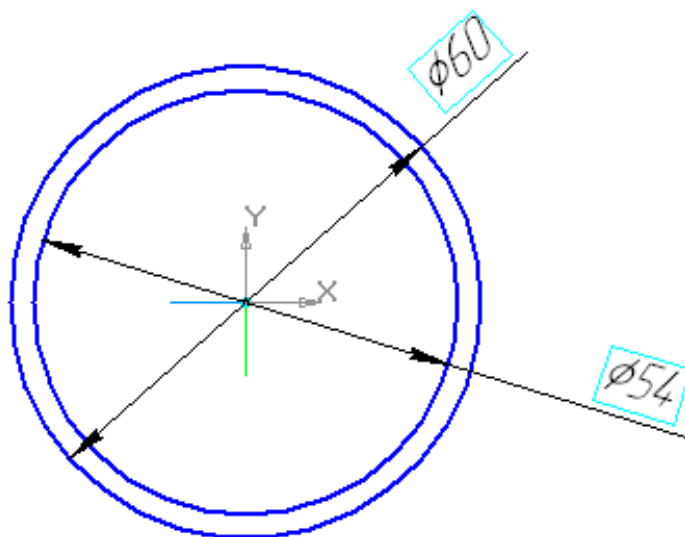

Рис. 4
2. На плоскости  $ZU$  создайте эскиз, рис. 4.